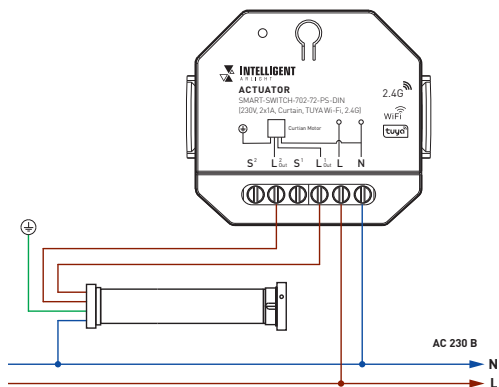

Рис. 3. Схема подключения актуатора
3.2. Подключите актуатор в соответствии со схемами на рис. 3–4.